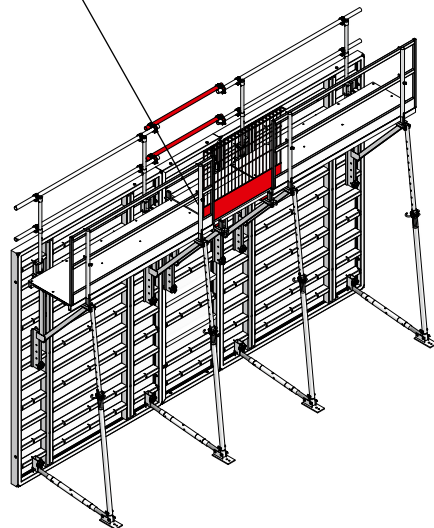

Abb. 29.3
■ Bauseitige Holzplattform mit Laufkonsole SB und dem Auflieger für Holzplattform (Abb. 29.3 und Seite SB-32), bei breiteren Längenausgleichen. Dieser Ausgleich liegt zwischen den benachbarten Alu-Plattformen und erreicht das gleiche Höhenniveau wie die Alu-Plattform.